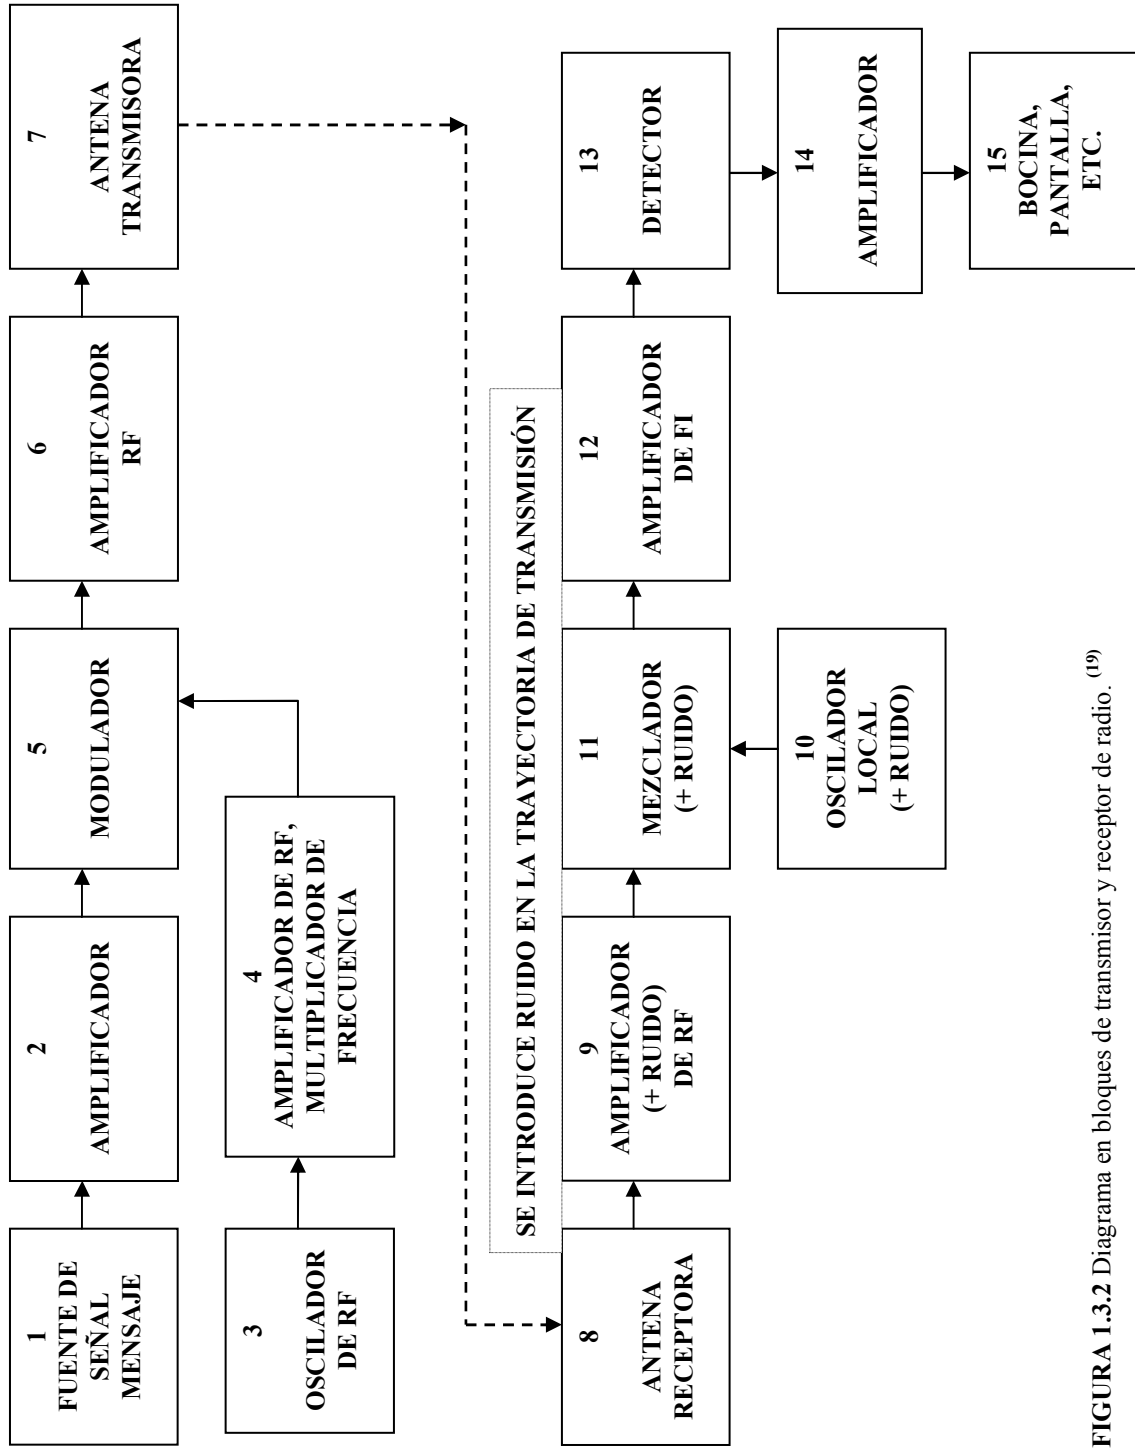

FIGURA 1.3.2 Diagrama en bloques de transmisor y receptor de radio. ⁽¹⁹⁾
Ahora bien, para el caso particular de éste trabajo, a continuación se muestra un diagrama a bloques de un transmisor y receptor de radio, explicando cada una de sus etapas de funcionamiento (figura 1.3.2):
El proceso de transmisión y recepción de un sistema de radio, en base a los elementos de la figura 1.3.2 se explican a continuación:
5. **El modulador** combina las componentes de frecuencia de señal y portadora podrá producir una de las variedades de las ondas moduladas (...). En el sistema simplificado de la figura 1.3.2, el espectro de señal de salida se halla en la vecindad de la frecuencia deseada de portadora en RF. En muchos transmisores se insertan un oscilador y un mezclador secundarios (semejantes a los bloques 10 y 11) entre los bloques 5 y 6, con objeto de correr la señal modulada hasta un rango de frecuencias más alto.
15. **El dispositivo de salida** convierte la información de señal a su forma original (ondas sonoras, imágenes, etc.). La señal deseada que se procesa en el receptor, ca acompañada del ruido eléctrico que se introdujo en la trayectoria de transmisión y se genera dentro del amplificador de RF, en el oscilador local, en el mezclador y en otros dispositivos. El diagrama de bloques de la figura 1.3.2 es sólo ilustrativo. En la práctica, se encuentran tantas variaciones en los sistemas de transmisor y receptor que no hay un solo diagrama que pueda considerarse típico. (...).⁽²⁰⁾